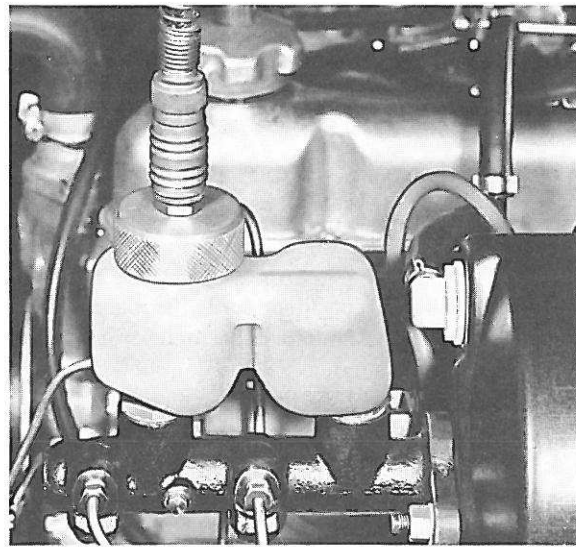

Figure 68. Bouchon de raccord A 4 S
3. Monter le bouchon spécial de purge sur le réservoir. S'il s'agit d'un système à 2 circuits, monter le bouchon A 4 S comme le montre la figure 68. Pour les systèmes à 1 circuit, monter